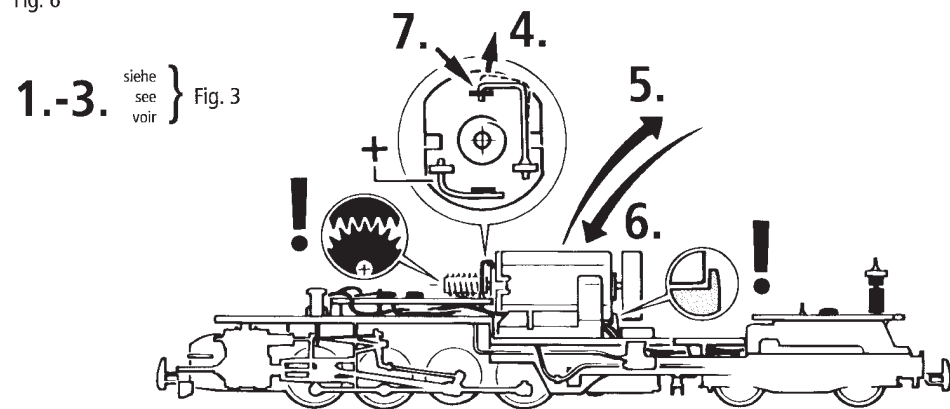

Fig. 7
2. Schmierung: Versehen Sie die im Schmierplan in Fig. 7 gekennzeichneten Stellen mit nur **kleinen Öltropfen**. Dazu zuerst das Lokgehäuse abnehmen (Fig. 3). Wir empfehlen den **ROCO Öler Art.-Nr. 10906**. Fürs Schmieren der Getriebeteile (Zahnräder, Schnecke) empfehlen wir das **ROCO-Spezialfett Art.-Nr. 10905**. Im Falle der Schmierung diese Teile **nicht ölen**.
2. Lubrication: Apply **tiny oil drops** to spots marked in fig. 7. Prior to lubrication dismantle locomotive (fig. 3). We recommend using item no. **10906, Roco oiler**. For lubrication the gearparts (e.g. cogwheels, worm) we should recommend our Roco **special grease** (item no. **10905**). Please do not oil these parts when using our grease.
2. Graissage: N'appliquez **qu'une toute petite goutte** aux endroits indiqués par le plan de graissage (fig. 7+8) après avoir démonté la caisse de la locomotive (fig. 3). Nous vous recommandons **le graisseur à huile Roco réf. 10906**. Pour graisser les engrenages (roues dentées, vis sans fin) nous vous conseillons la **graisse spéciale Roco réf. 10905** pour engrenages en matières synthétiques. Lorsque vous utilisez cette graisse il faut éviter d'huiler ces composants.